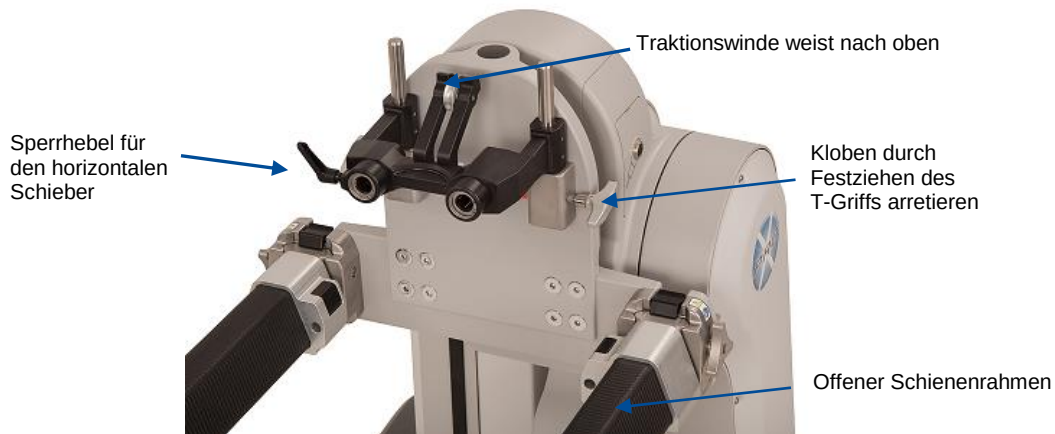

Abbildung 89: Installierter ProAxis®-HWS-Management-Montagekloben
3. Den ProAxis®-HWS-Management-Montagekloben an der Kopfende-Baugruppe installieren (Abbildung 89).
4. Die Pfosten des Klobens über der Aufnahme der Kopfende-Baugruppe ausrichten. Sicherstellen, dass die T-Griffe der Aufnahme gelöst sind. Die Pfosten in die Aufnahme einschieben. Der Kloben sitzt auf der Aufnahme. Beide T-Griffe festziehen (Abbildung 89).